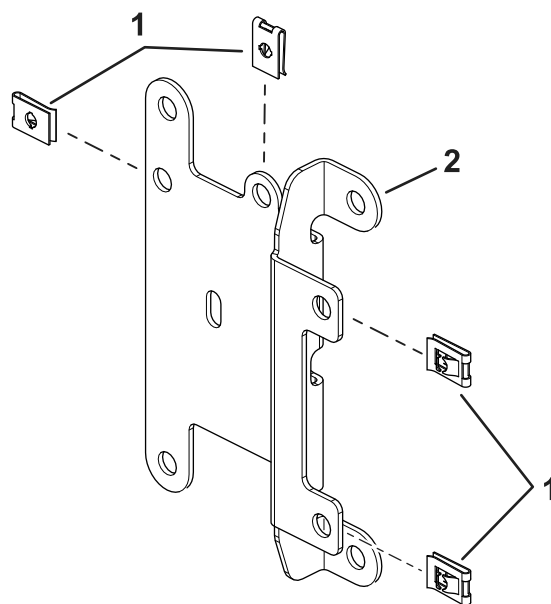

Figura 2
2. Instalai piuliile de viteză de tip U pe placa de montare a siguranii (Figura 2).